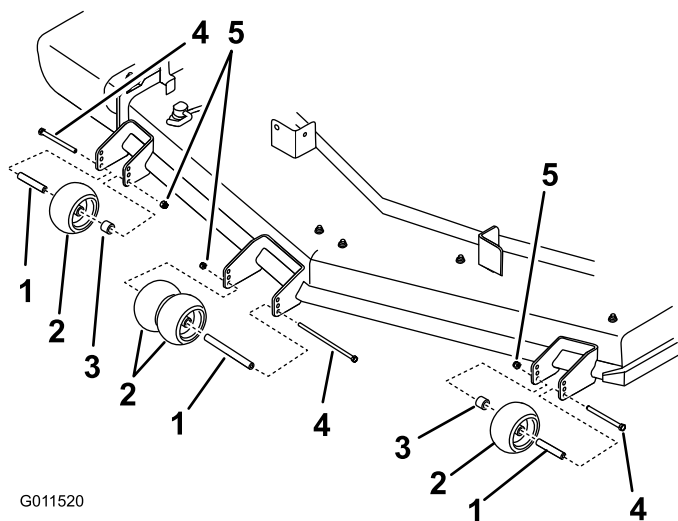

Figura 26
3. Retire el perno y la tuerca, coloque los rodillos protectores de césped e instale el perno y la tuerca. Asegúrese de que los espaciadores y los casquillos se instalan según lo ilustrado (Figura 26).